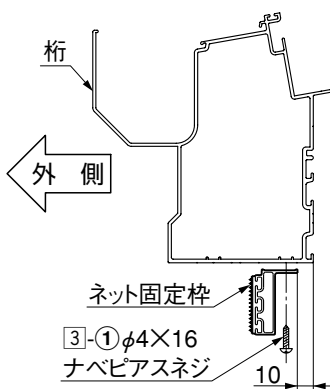
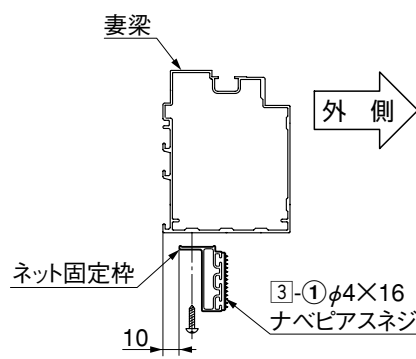
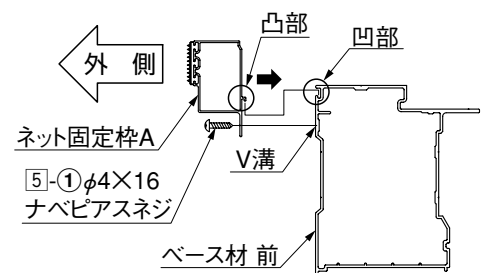

図6-8
図6-9
図6-10
- ⑤ 取付ける横枠の樹脂製マジックテープ面が縦枠と水平になるようにして、ベース材面、桁下面、妻梁下面に③-①、⑤-①で固定してください。(図6-8、図6-9、図6-10参照)